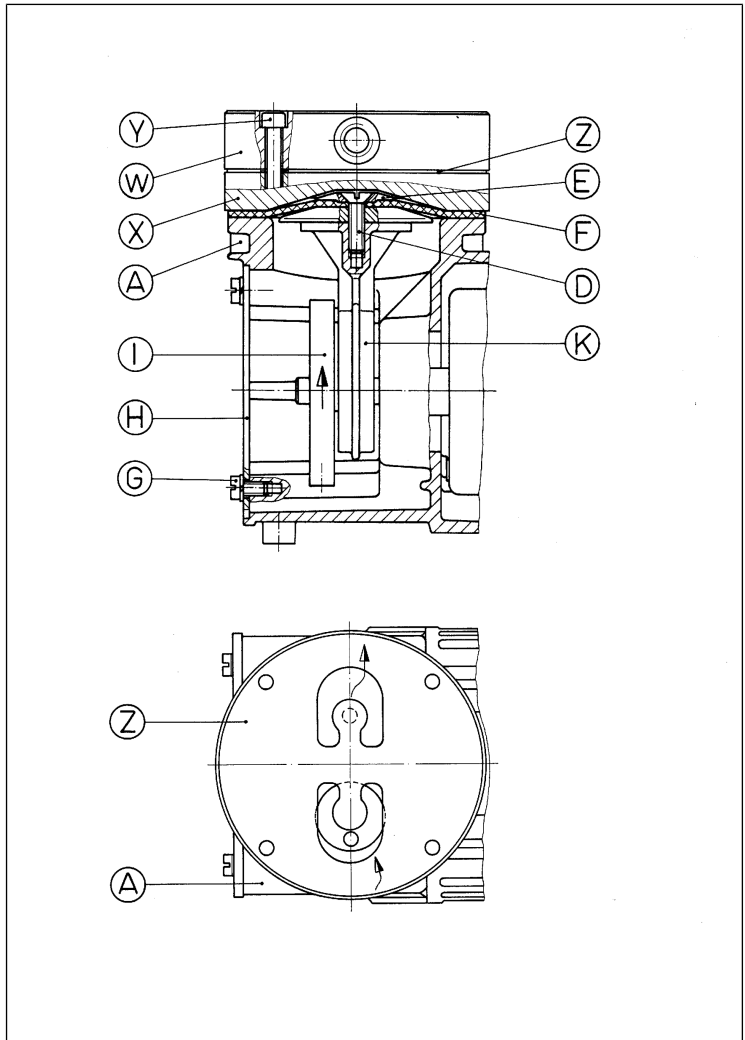

Fig.6: Piezas de la bomba
**Según Fig. 6
27. Colocar la placa intermedia (X) sobre la membrana (F) según la marca de lápiz de la carcasa.
28. Colocar la nueva placa de válvula (Z) sobre la placa intermedia (X) (para la alineación, ver Fig. 6).
29. Colocar el cabezal de la membrana (W) en la posición de instalación marcada con el lápiz y apretar los tornillos con hexágono interior (B) uniformemente en cruz (par de apriete: 5,5 Nm)
30. Girar el volante de inercia (I) para comprobar que el movimiento se efectúe sin problemas.